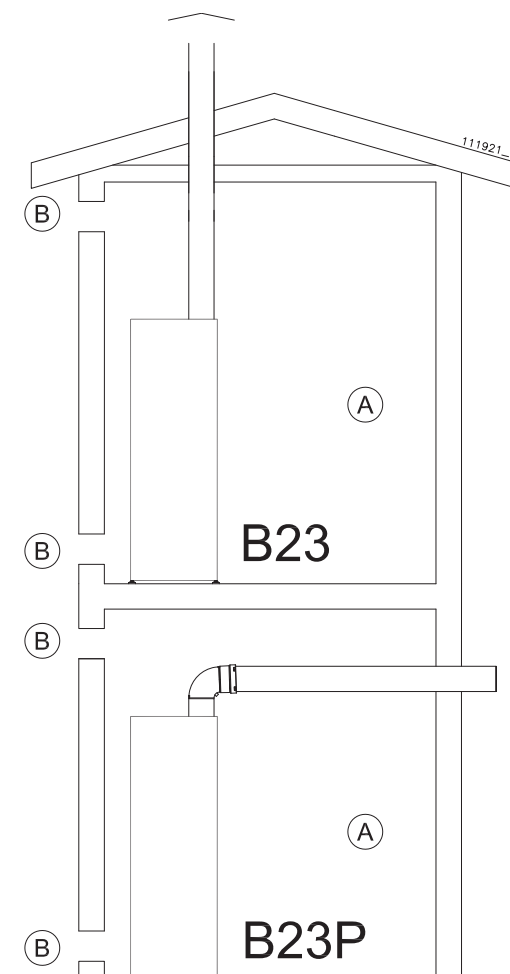

Figura 10-1 - Ventilazione centrale termica
- Essere situate ad una quota prossima al livello del pavimento e prossima al soffitto e tali da non provocare disturbo al corretto funzionamento dei dispositivi di scarico dei prodotti della combustione; ove questa posizione non fosse possibile si dovrà aumentare almeno del 50% la sezione delle aperture di ventilazione; (Figura 10-1).
Legenda di Figura 10-1